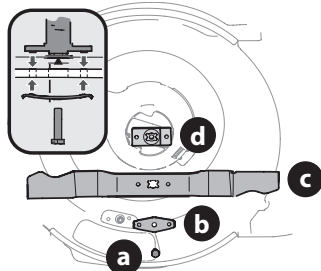

Figura 41
- Retire el perno (a) y el soporte de campana de la cuchilla (b) que sostiene la cuchilla y el adaptador de la cuchilla al cigüeñal del motor (Figura 41).
- Retire la cuchilla (c) y el adaptador de la cuchilla (d) del cigüeñal (Figura 41).
- Lubrique el cigüeñal del motor y la superficie interna del adaptador de la cuchilla con aceite ligero (recuadro de la Figura 41).